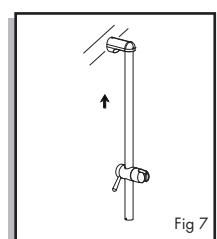

Fig 7
Repeat step 5-6 for bottom post(Fig 7).
7. Coloque la barra en el montante. Asegúrese de que las muescas del montante y de la barra coinciden. Repita los pasos del 5 al 6(Fig 7).
7. Maintenir la barre dans le poteau supérieur en s'assurant que l'encoche du poteau coïncide avec la rainure dans la barre. Répéter les étapes 5 à 6 pour le poteau inférieur(Fig 7).